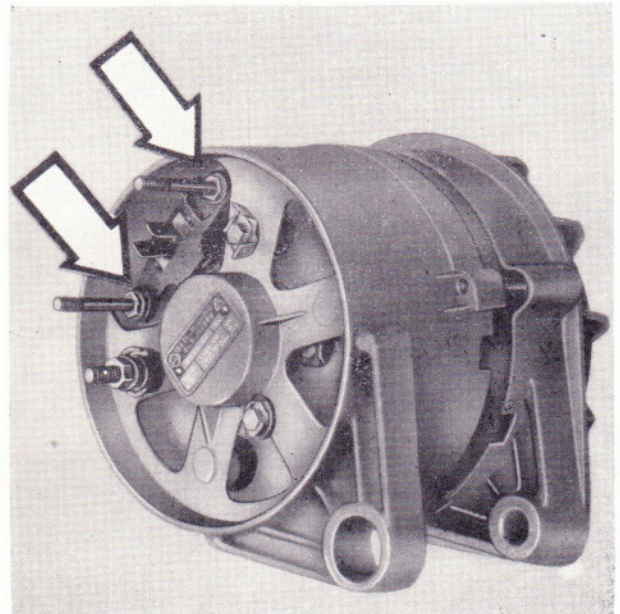

Bild 179
- Stiftschrauben nach Lösen der Kontermuttern herauserschrauben (Bild 179).